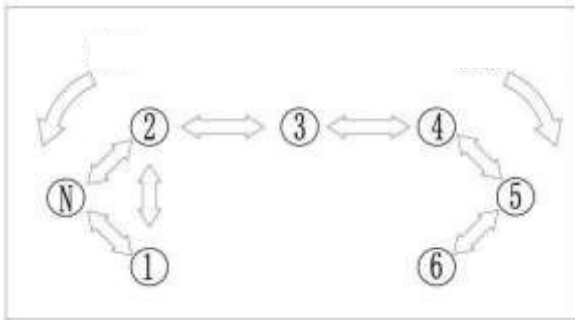
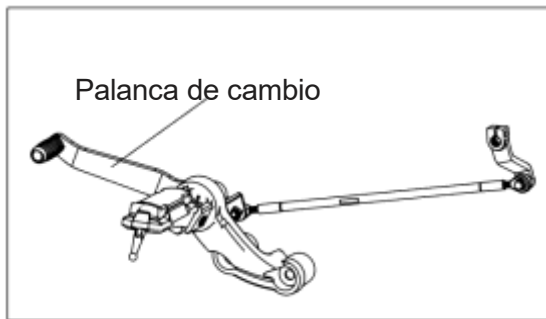

Figura 14 Posición de cambio de marchas
Figura 15 Palanca de cambios
1. Operación de cambio de marchas (Figura 14 y Figura 15)